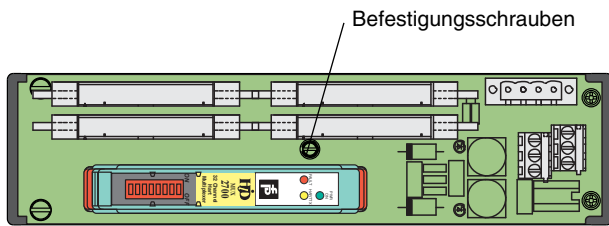

Abbildung 6 HART Communication Board, Ansicht von oben
- Ziehen Sie die Befestigungsschrauben an (Abbildung 6).